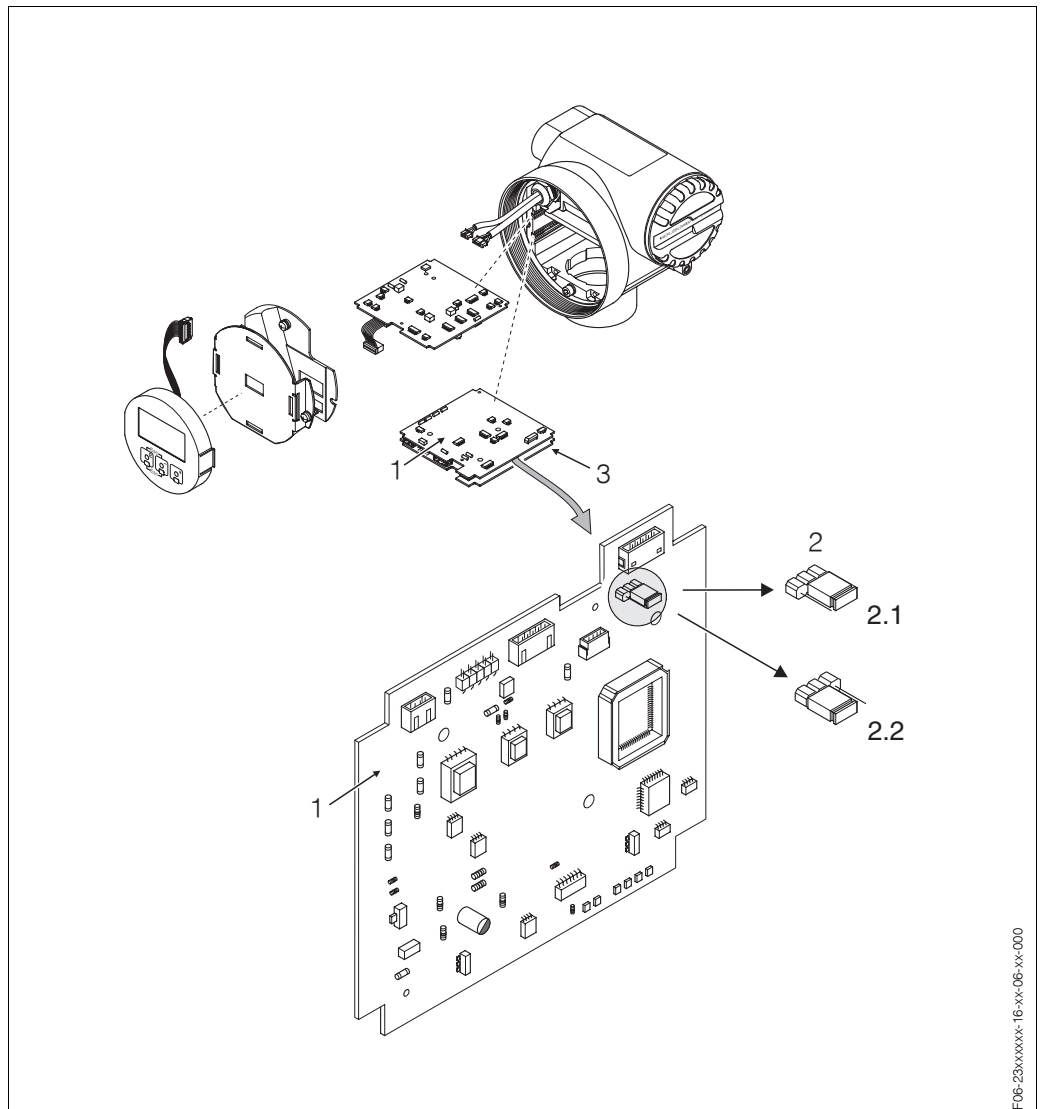

Fig. 33 : Activer/Désactiver l'accès en écriture HART
2. Démontez la carte E/S (1) → v. page 72
3. Démontez le couvercle (3).
4. Activer ou désactiver la protection en écriture HART à l'aide du cavalier (2) (Fig. 33).